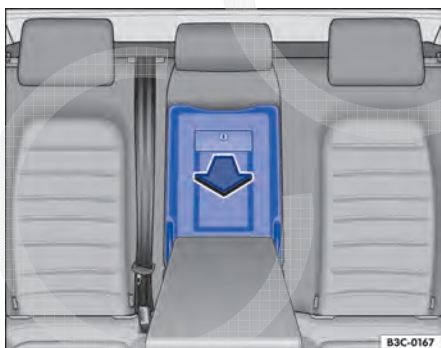

Fig. 115 No encosto do banco traseiro: abrir o dispositivo para transporte de objetos longos.
- Puxar a alavanca de destravamento ⇒ Fig. 115 e rebater a tampa do dispositivo para transporte de objetos longos completamente para a frente, na direção da seta.